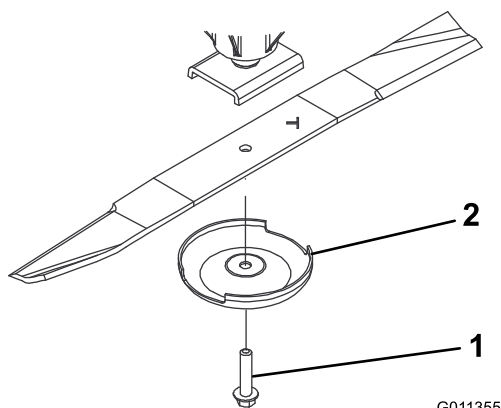

Figura 66
3. Togliete il bullone, la coppa antistrappo e la lama dall'asse del mandrino (Figura 66).